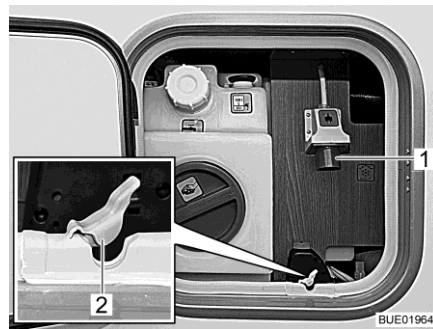

Fig. 188 Raccordement 230 V sur le véhicule
- Ouvrir la pièce d'isolation (Fig. 188,2) du passage de câble.
- Brancher le connecteur à fiche sur le raccordement 230 V (Fig. 188,1) du véhicule.
- Tirer sur le connecteur à fiche (Fig. 188,1) du véhicule pour débrancher le câble de raccordement.
- Presser la pièce d'isolement (Fig. 188,2) du passage de câble dans le logement du joint du portillon de service.